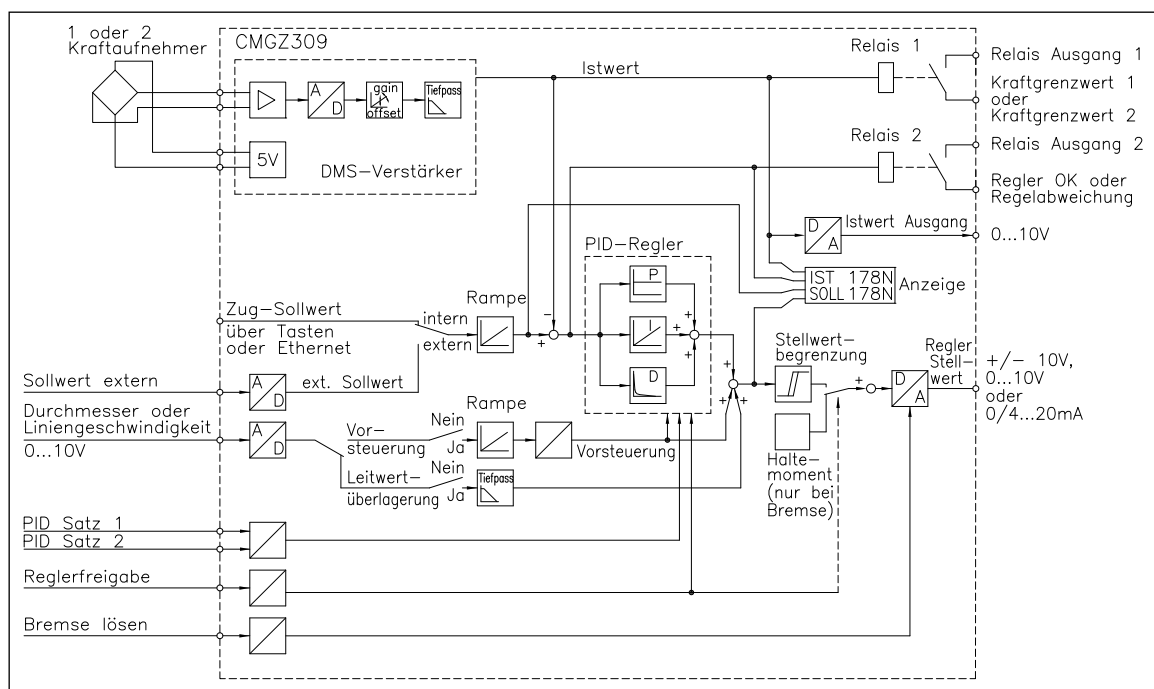

Bild 1: Blockdiagramm CMGZ309
- Konfiguration des Regelausgangs bezüglich Signalart (siehe **Bild 1**).